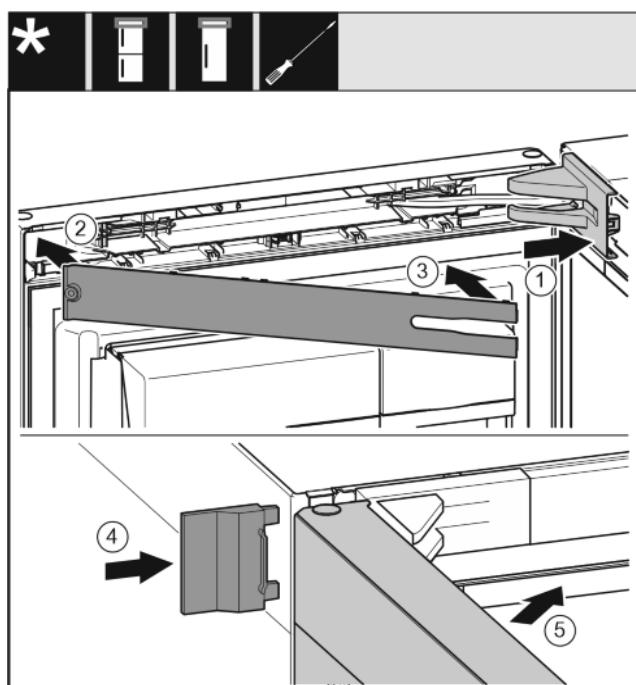

Fig. 40
- Lagerbockabdeckung aufsetzen und einrasten, ggf. vorsichtig auseinanderdrücken. Fig. 40 (1)
- Blende aufsetzen. Fig. 40 (2)
- Blende einschwenken und einrasten. Fig. 40 (3)
- Äußere Abdeckung aufschieben. Fig. 40 (4)
- Obere Tür schließen. Fig. 40 (5)